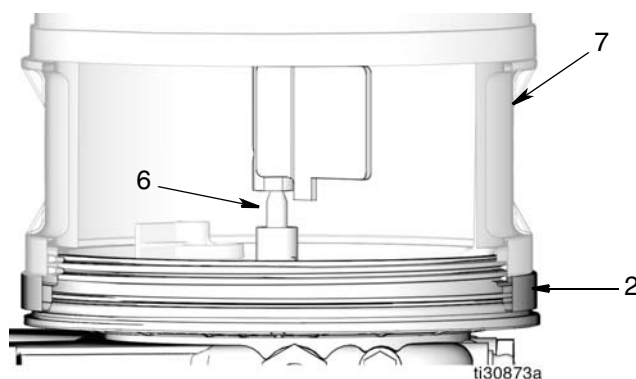

FIG. 6
3. Engrase abundantemente las roscas externas del anillo adaptador (2) y la superficie exterior de la junta tórica grande (1).
4. Instale el nuevo depósito de corte de llenado automático (7) sobre el adaptador (2).
NOTA: Asegúrese de que el extremo del tubo que pasa por el centro del depósito desde el sistema de corte de llenado automático quede apoyado sobre el extremo de punta del pasador de alineación (6) (FIG. 6).